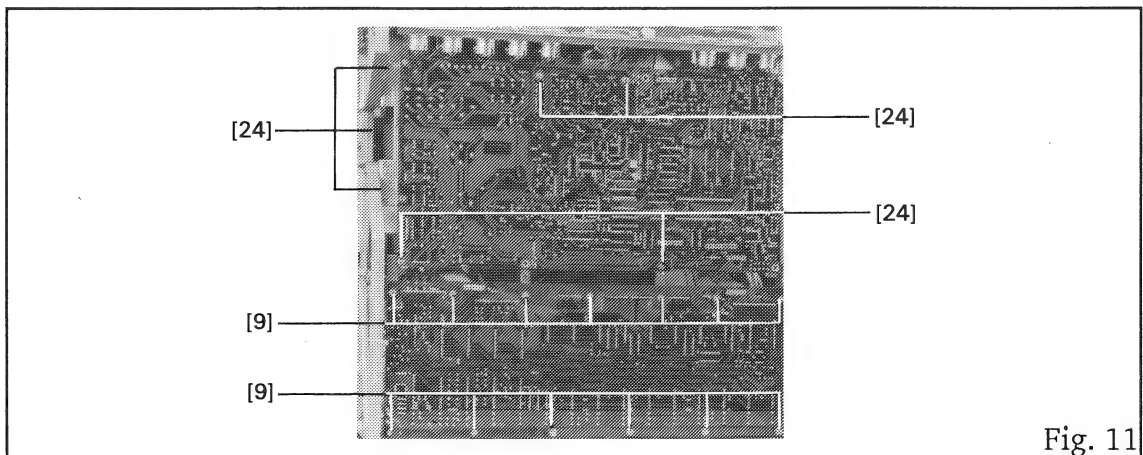

Fig. 11
- 13 Schrauben [9] am AUDIO BASIS BOARD (siehe Fig. 11) lösen.